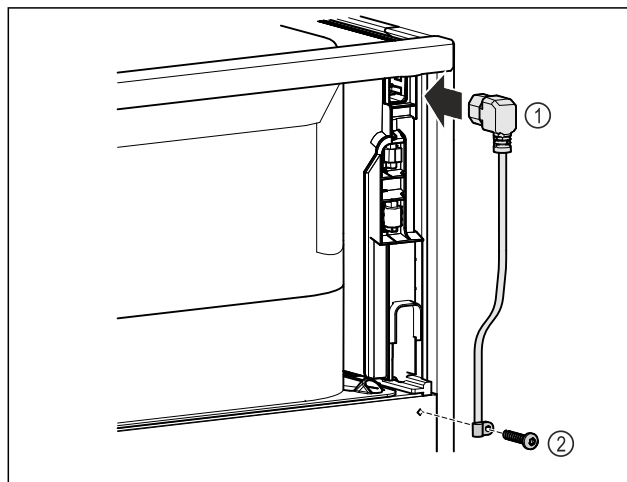

Fig. 39
- Vtičnica hladilne naprave napeljave omrežnega priključka Fig. 39 (1) na zadnji strani naprave.
- Namestite element za sproščanje napetosti Fig. 39 (2)